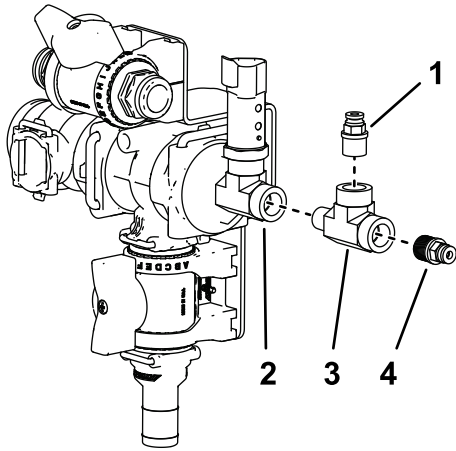

图 30
- 从 T 形歧管上的 T 形接头拆下现有的连接器图 30。
- 在随附的螺纹 T 形接头的螺纹上施用聚四氟乙烯密封材料并将随附的 T 形接头连接至现有的 T 形接头图 30。
- 在随附的连接器的螺纹上施用聚四氟乙烯密封材料并将连接器连接至新安装的 T 形接头的顶部图 30。
- 在步骤 11 中拆下的连接器的螺纹上施用聚四氟乙烯密封材料并将连接器连接至新安装的 T 形接头的端部图 30。